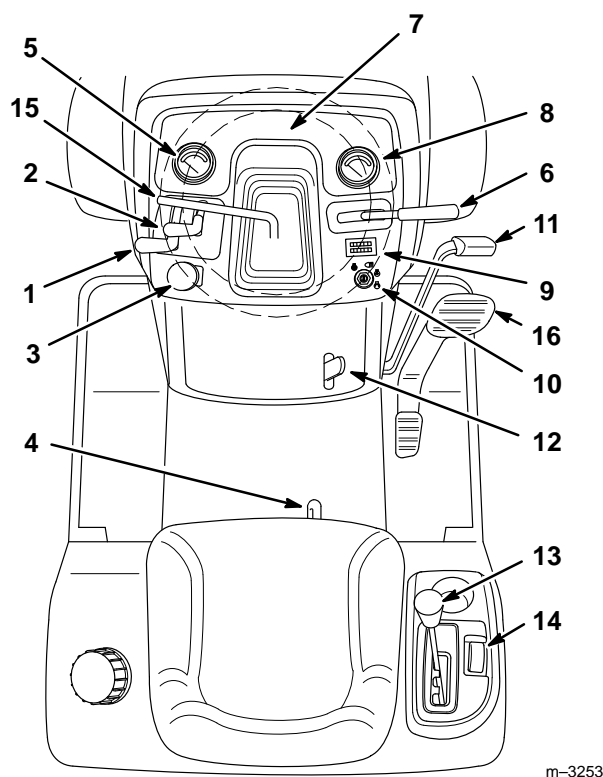

Abbildung 11
Machen Sie sich mit allen Bedienungselementen vertraut (Abb. 11), bevor der Motor gestartet und das Gerät eingesetzt wird.
1. Das Bremspedal (Abb. 11) herunterdrücken und in der gedrückten Position halten.
2. Den Feststellbremsenhebel (Abb. 11) hochziehen und den Fuß allmählich vom Bremspedal nehmen. Das Bremspedal sollte in heruntergedrückter (gesperrter Position) bleiben.
1. Das Bremspedal (Abb. 11) herunterdrücken. Der Feststellbremsenhebel sollte sich lösen.